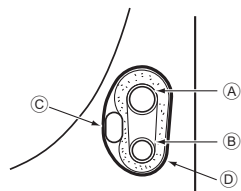

Fig. 4-4
- (A) 现场侧致冷剂管
- (B) 机组侧致冷剂管
4.3.1. 存储至机组管道空间 (Fig. 4-4)